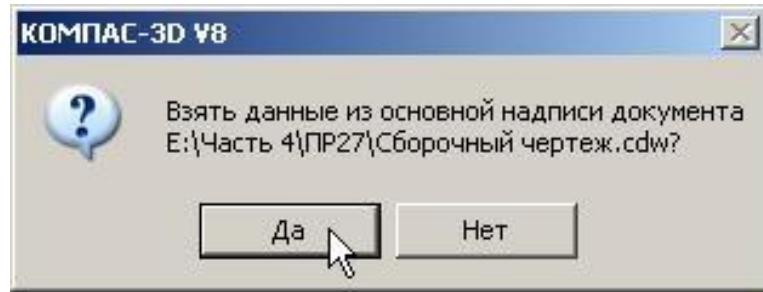

Рис. 32
3) Откройте сборочный чертеж. Подтвердите выполнение операции, рис. 32.